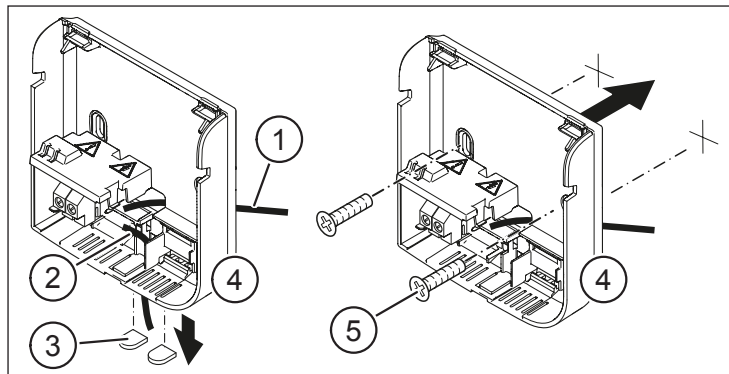

Fig. 3: Insertion du câble d'alimentation et fixation du boîtier au mur
- ▶ Insérez le câble d'alimentation par l'arrière (pos. 1 dans Fig. 3) ou le dessous (pos. 2 dans Fig. 3) dans le boîtier (pos. 4 dans Fig. 3). Pour cela, si nécessaire, cassez les inserts en plastique (pos. 3 dans Fig. 3) sur l'entrée de câble inférieure.
- ▶ Fixez le boîtier à l'endroit souhaité à l'aide des vis et chevilles fournies (pos. 5 dans Fig. 3).
- ▶ Faites pivoter le couvercle vers le bas jusqu'à ce qu'il s'encliquette sur le boîtier (voir Fig. 3).